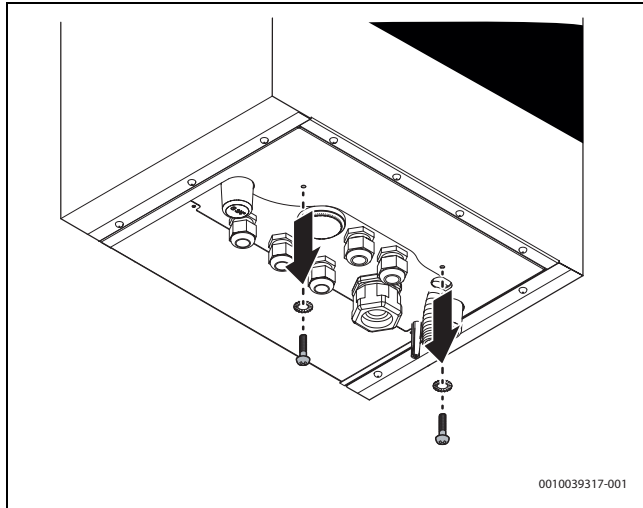
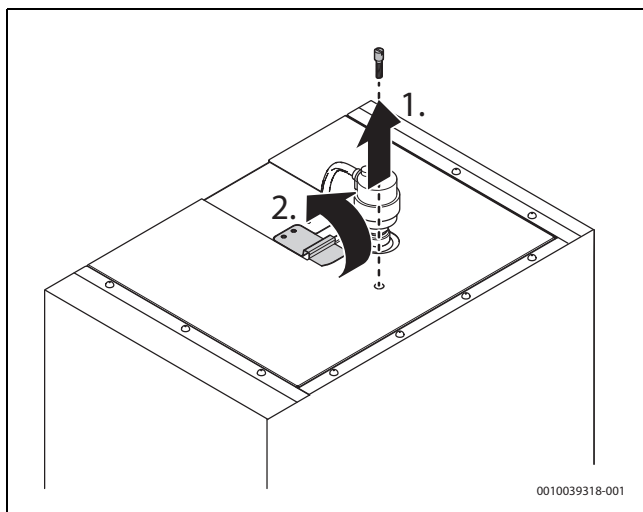

Bild 6 Schrauben lösen
Bild 7 Lösen der Rastfeder
- ▶ Zwei Schrauben im unteren Teil des Rahmens und eine Schraube im oberen Teil des Rahmens lösen (→ Bild 6 und Bild 7).
- ▶ Rastfeder im oberen Teil der Verkleidung lösen (→ Bild 6).